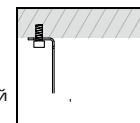

Рис. 2
- 5.11 Закрепите скобы №2 на ровную негорючую поверхность.(рис. 2).